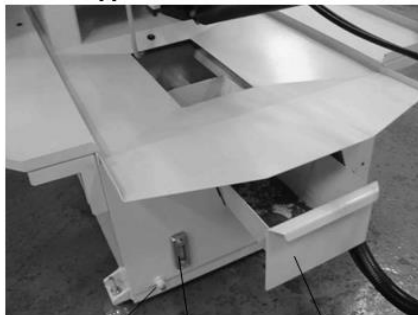
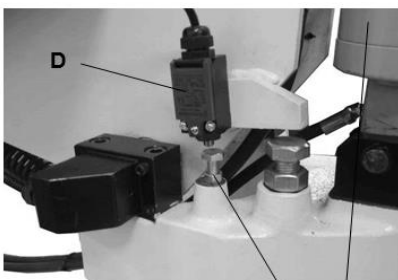

Рис.20
Рис.21
Бак для СОЖ имеет сливное отверстие (Рис. 20, А) и указатель уровня жидкости (Рис. 20, В). Учтите, что уровень жидкости не должен превышать максимальной отметки. Превышение уровня создает опасность выливания ее из бака на пол. Станок имеет выдвижной контейнер (Рис. 20, С) для сбора стружки. В нормальном режиме работы задвигайте контейнер, чтобы избежать попадания стружки в бак для СОЖ.
Автоматический концевой выключатель предназначен для остановки двигателя после завершения распила. Концевой выключатель (Рис. 20, D) управляется посредством рычага (Рис. 21), который касается верхней части гидроцилиндра (Рис. 21, E), останавливая двигатель и насос подачи СОЖ.
Если двигатель останавливается до завершения распила или продолжает работать после того, как распил завершен, то положение концевого выключателя (Рис. 21, D) можно отрегулировать путем ослабления винтов (Рис. 21, F), установив его выше или ниже
5. Открутите гайку масляного сапуна (Рис. 21, В).